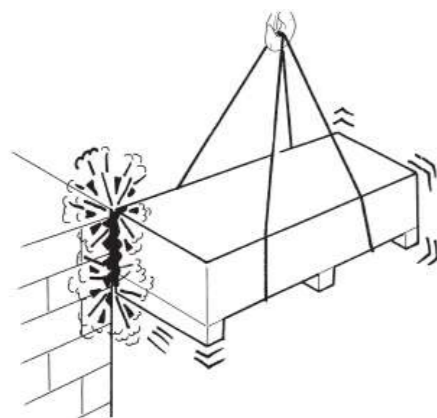

fig.67
- ▶ **SEMPRE** accertarsi che il carico durante le operazioni di movimentazione (sollevamento e traslazione) non incontri ostacoli (fig.67).